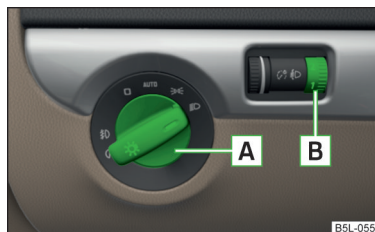

Fig. 25
La autovehiculele cu volanul pe partea dreaptă ordinea aranjării elementelor de comandă diferă parțial față de ordinea prezentată în » fig. 25 la pagina 48. Simbolurile care marchează pozițiile elementelor de operare sunt aceleași.
Pozițiile comutatorului de lumini **A** » fig. 25.
Prin rotirea butonului rotativ **[B]** » fig. 25 din poziția — în 3 se adaptează treptat înălțimea de luminare a farurilor și astfel este scurtat conul de lumină.
- ✓ Comutatorul de lumini **[A]** se află în poziția 0 sau **AUTO** » fig. 25 la pagina 48.